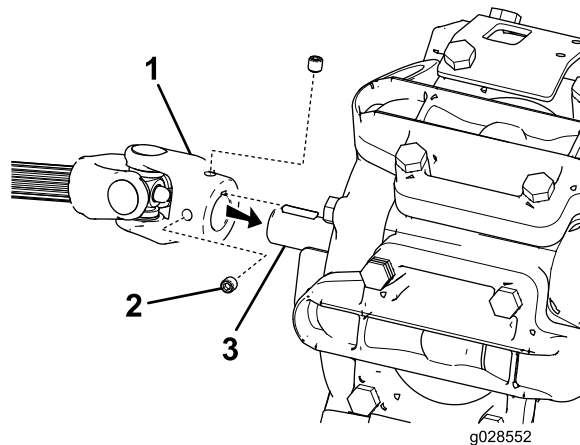

Рисунок 4
5. Совместите паз муфты вала механизма отбора мощности с сегментной шпонкой и наденьте конец вала механизма отбора мощности на вал насоса опрыскивателя (Рисунок 4).